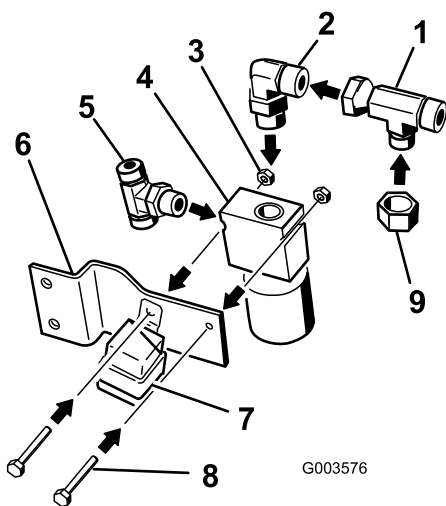

Рисунок 12
1. Установите штуцеры под углами, показанными на рисунках. Установите тройник на боковую часть клапана. Требуемый тип тройника см. на Рисунок 12.
2. Установите малое прямоугольное колено на верхнюю часть клапана (Рисунок 12).
3. Установите переходной тройник на прямоугольное колено. Правильный тип тройника см. на Рисунок 12.
4. Установите крышку на переходной тройник (Рисунок 12).
6. Установите клапан на кронштейн клапана с помощью 2 болтов (1/4 x 1-3/4 дюйма) и 2 гаек (1/4 дюйма); см. Рисунок 12.